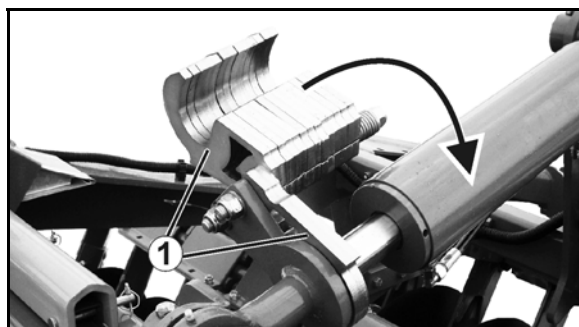

Fig. 71
8. Still inn arbeidsdybden ved å svinge inn avstandselementene (Fig. 71/1).